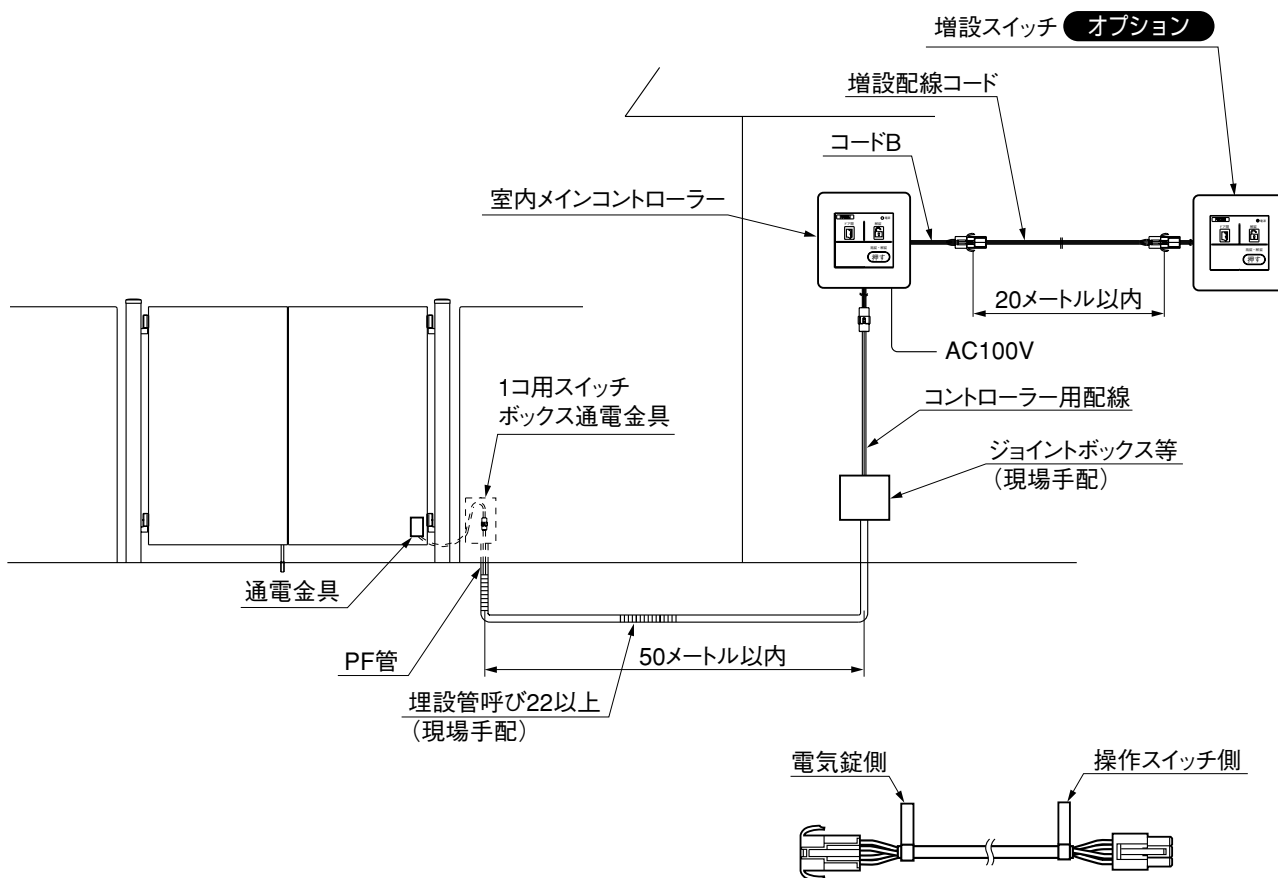

図9-1 コントローラー用配線
- コントローラー用配線には、方向がありますので埋設する際、注意してください。(図9-1参照)